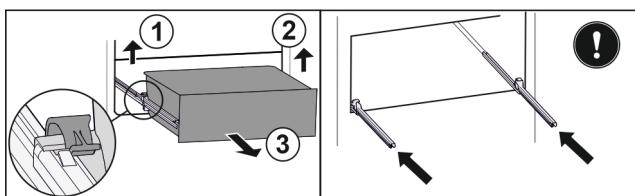

Fig. 109
- Повдигнете лявата скоба и едновременно с това изтеглете напред чекмеджето отляво. Fig. 109 (1)
- Повдигнете дясната скоба и едновременно с това изтеглете напред чекмеджето отдясно. Fig. 109 (2)
- Извадете чекмеджето напред. Fig. 109 (3)